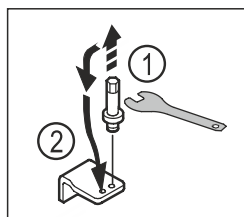

Fig. 21
- ▶ Draai de bout van de onderste lagersteun los met een SW5-inbussleutel. Fig. 21 (1)
- ▶ Plaats de bout aan de andere kant. Fig. 21 (2)